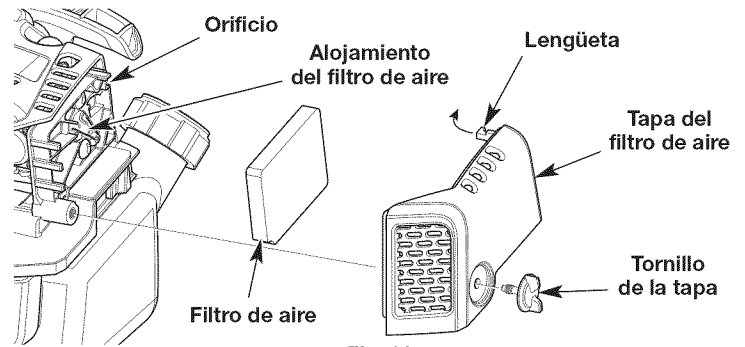

Fig. 23
1. Desenrosque completamente el tornillo de la tapa. Gire la cubierta del filtro de aire hacia la derecha. Extraiga la tapa del filtro de aire del alojamiento de dicho filtro (Fig. 23).
2. Extraiga el filtro de aire de su alojamiento (Fig. 23).
6. Vuelva a instalar el filtro de aire en su alojamiento (Fig. 23).
7. Inserte la lengüeta sobre la cubierta del filtro de aire dentro del orificio en el alojamiento del filtro de aire. Gire la cubierta del filtro de aire hacia la izquierda. Oprima la tapa del filtro de aire nuevamente en el alojamiento de dicho filtro. Inserte el tornillo de la tapa dentro de la tapa del filtro de aire. Apriete el tornillo de la tapa para sujetar dicha tapa (Fig. 23).